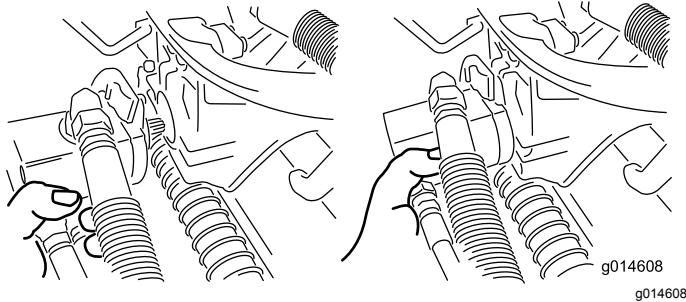

Bild 33
3. Legen Sie den Motor am Aufbewahrungsplatz vorne am Aufhängearm ab (Bild 33).